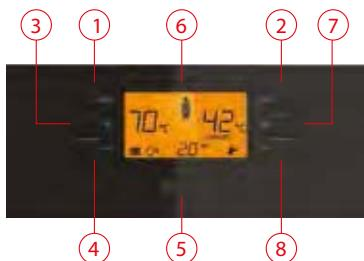

Рисунок 28. Автоматическая панель управления BaliusPlus
При запуске котла в центре экрана появляется символ пламени. В данном режиме возможно повышение или понижение температуры с помощью кнопок регулировки температуры радиатора (см. Рис. 28) (3) между 35 - 80 °C. При нажатии кнопок загорается цифровое значение температуры радиатора и символ °C.
Для быстрого нагрева горячей воды без запроса и снижения потребления холодной воды во время ожидания. Котел нагревает воду в системе водоснабжения и сохраняет ее в горячем виде. Данная функция доступна кнопкой (6) на котлах BALIUSPLUS. Функция подогрева активируется при повышении температуры горячей воды. Кнопка RESET (ПЕРЕЗАПУСК) (2) на Рис. 28 нажата до завершения цикла. По истечении данного периода на ЖК-дисплее при включении режима в течение 5 секунд отображается сообщение Pre-On (Предварительный нагрев ВКЛ), Pre-Off (Предварительный нагрев ВЫКЛ) - при выключении. Активация данной функции в моделях BALIUS осуществляется техническими специалистами по запросу.